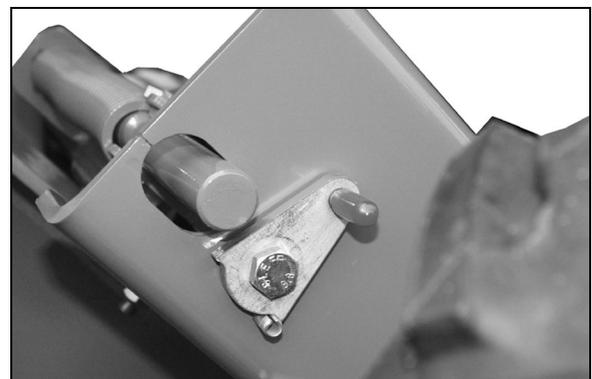

Fig. 26
3. Sicherungshebel entsprechend Fig. 26 verschwenken.